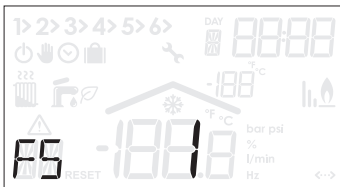

Figura 5.29
- Premere il tasto 23 per impostare il valore a 1 (Figura 5.29) e attendere che il valore lampeggi.